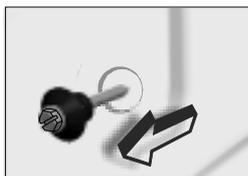

ABBILDUNG 2
- Ziehen Sie diese Schrauben heraus (ABBILDUNG 2).